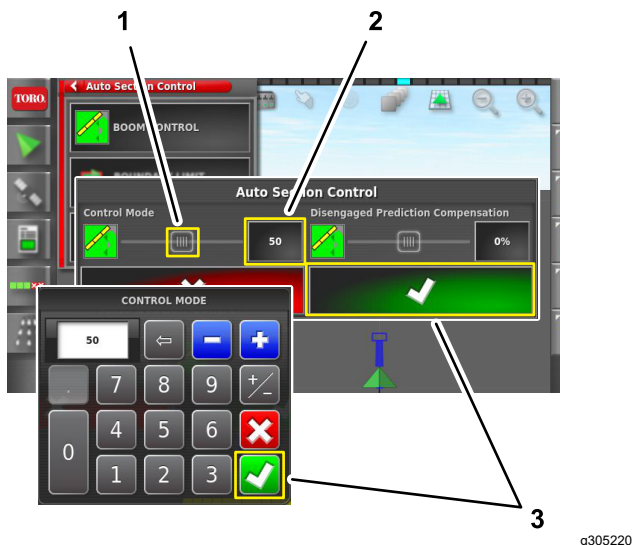

図 108
3. 以下の手順で制御モードの設定 図 108を行う
- 値 アイコンを押し、画面内キーパッドから数字を入力し、承認アイコンを押す 図 108。
- 画面上にあるスライダーを左右に移動させて設定する 図 108。